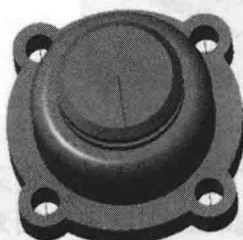

图 1-42 阵列特征
(40) 单击“确定”按钮，创建的阵列特征如图 1-42 所示。
(41) 单击“保存”按钮，保存文档。